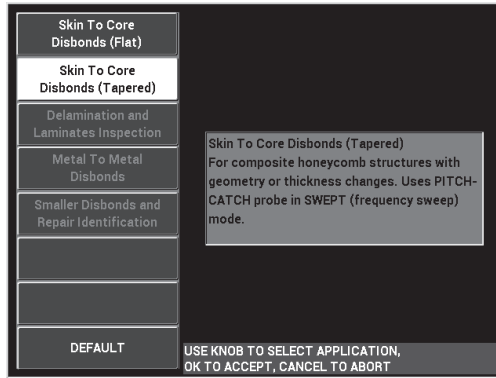

Figura 6-18 Aplicação para descolamentos da película ao núcleo (cônico)
3. Selecione a aplicação **Descolamento da película ao núcleo (cônico)** e, em seguida,  para aceitar (veja Figura 6-18 na página 143).